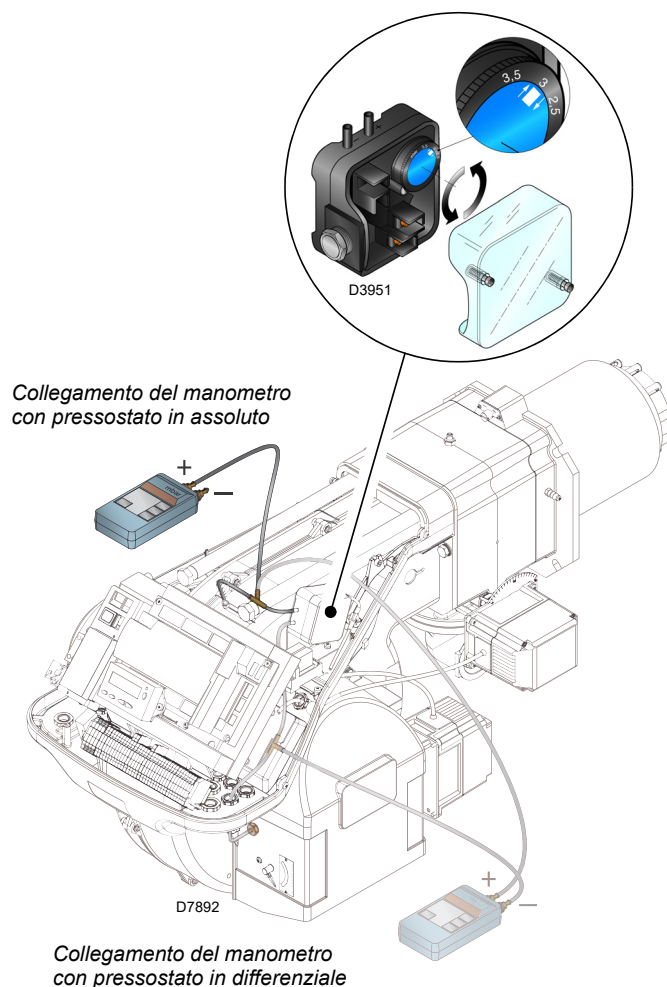

Fig. 34
- Regolare il pressostato aria (Fig. 34 a pag. 34) ad inizio scala.
Eseguire la regolazione del pressostato aria (Fig. 34) dopo aver effettuato tutte le altre regolazioni del bruciatore con il pressostato aria regolato a inizio scala.
Il collegamento del manometro è riportato in Fig. 34. La configurazione standard è quella del pressostato aria collegato in assoluto. Si noti la presenza di un collegamento a "T" non fornito.
In questo caso anche il manometro deve essere collegato in differenziale, come indicato in Fig. 34.